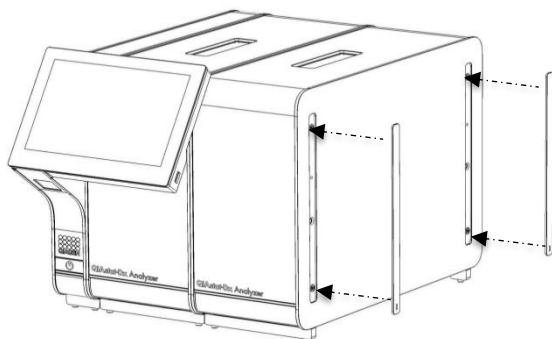

Figura 14. Ricollegamento dei coperchi di protezione sul lato del modulo analitico aggiuntivo.
5. Riattaccare i coperchi di protezione sul lato del modulo analitico aggiuntivo (Figura 14).